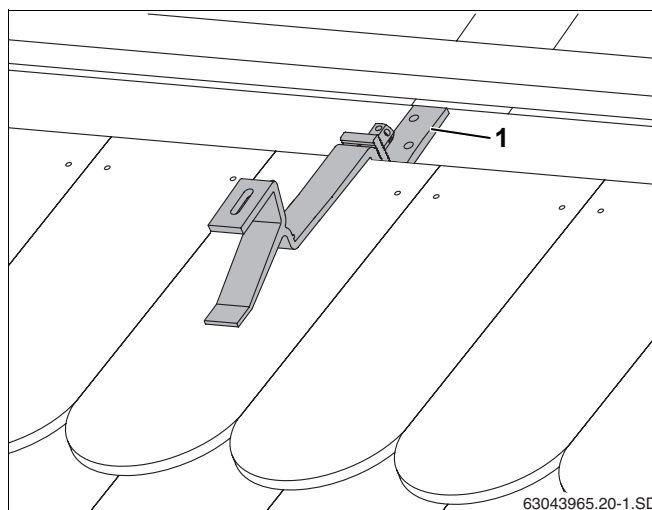

Fig. 18 Cârlig montat
- Partea inferioară a cârligului se împinge în jos, până când acesta se așază pe căprior, resp. scândură (Fig. 18, **Poz. 1**).